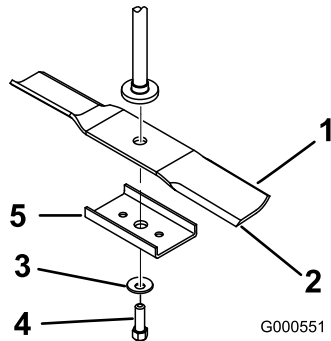

Figure 56
Tenez la lame à son extrémité avec un chiffon ou un gant épais. Enlevez de l'axe, le boulon, la rondelle bombée, le renfort et la lame (Figure 56).
2. Montez le renfort, la rondelle bombée (face concave vers la lame) et le boulon de lame (Figure 56).
1. Placez la lame sur l'axe (Figure 56).